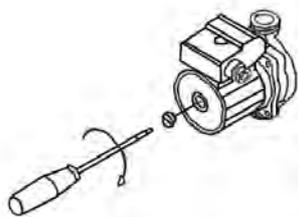

Рис. 11. Проверка циркуляционного насоса
- ✓ не заблокирован ли насос. Для этого при помощи отвёртки открутите заглушку насоса и проверните его вал несколько раз туда и обратно (см. Рис. 11), при этом котел необходимо отключить от электросети (вынуть вилку из розетки). Затем плотно закрутите заглушку. При выполнении данной операции возможны небольшие протечки воды из насоса, после установки заглушки необходимо убрать остатки воды с компонентов котла (протереть);